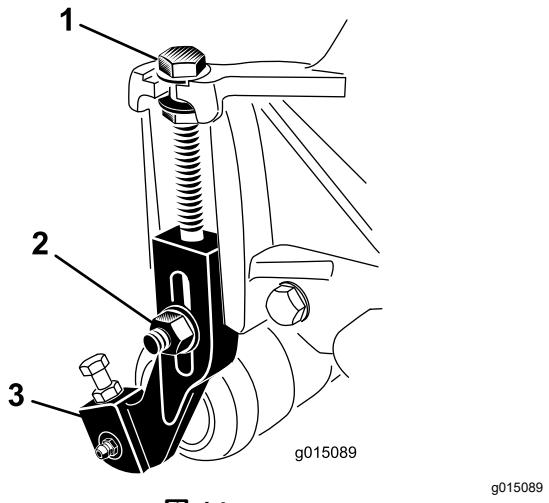

図 14
1. 刈り高ブラケットをカッティングユニットのサイドプレートに固定しているロックナットをゆるめる **図 14**。